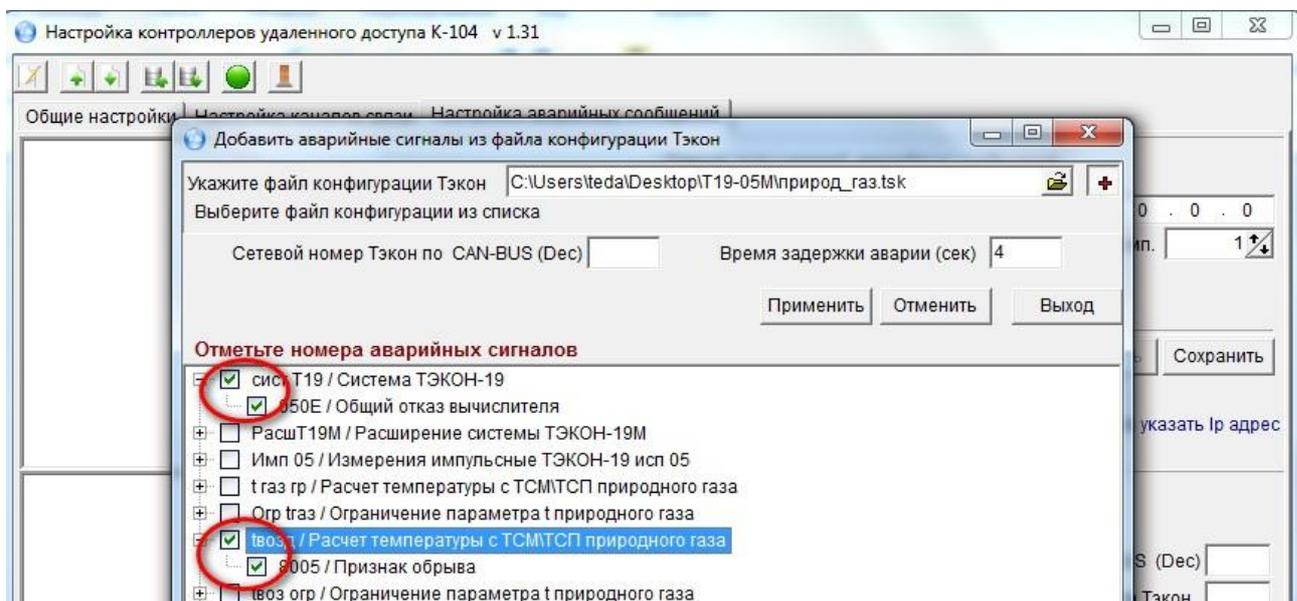

Рисунок 27. Выбор аварийных сигналов
- установите флажки  в строках тех параметров, которые необходимо назначить для формирования аварийных сообщений (Рисунок 27);